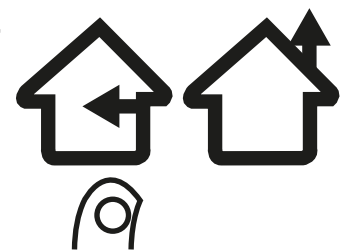

Figure 13
- Pour une installation sans conduit, s'il vous plaît visiter anconahome.com pour acheter la trousse de recirculation (vendue séparément), et déplacez le loquet (situé à côté du moteur) en position (voir figure 13).